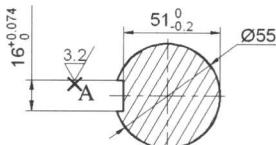

图 1.1.26 创建表面粗糙度标注（一）
(1) 添加如图 1.1.26 所示的表面粗糙度标注。选择下拉菜单 **插入(I)** → **块(B)...** 命令，此时系统会弹出“插入”对话框。在名称(**①**)下拉列表中选择“粗糙度符号”，然后单击 **确定** 按钮，选取如图 1.1.26 所示的点 A 为插入点，按回车键结束操作。